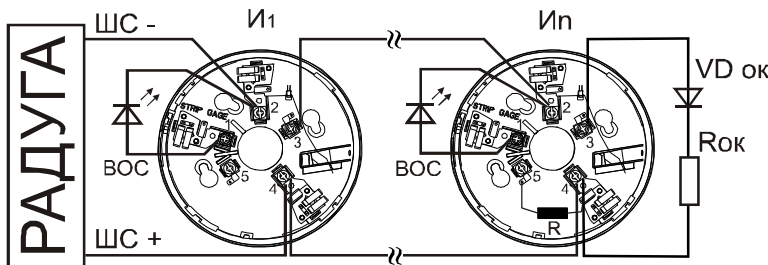

Рис. 1. Подключение извещателей серии ПРОФИ при работе ППКП «Радуга» в режимах 1, 2
- Извещатели серии ПРОФИ устанавливаются в базы В401 (без токоограничивающего резистора), или в базы В401R (с резистором). Положительный проводник ШС подключается к 4 контакту баз В401, В401R, т.е. без использования токоограничивающего резистора. На рис. 1 извещатель И1 установлен в базу В401, извещатель Ип - в базу В401R.